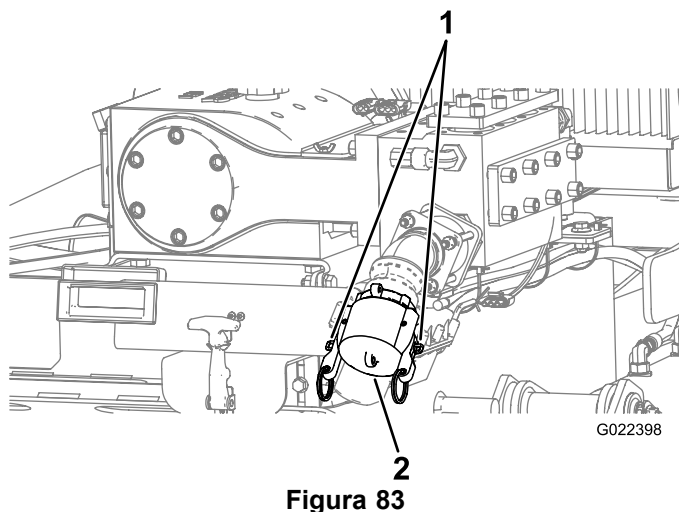

Figura 83
1. Levante os engates cam-lock da tampa da sucção da bomba e retire a tampa (Figura 83).